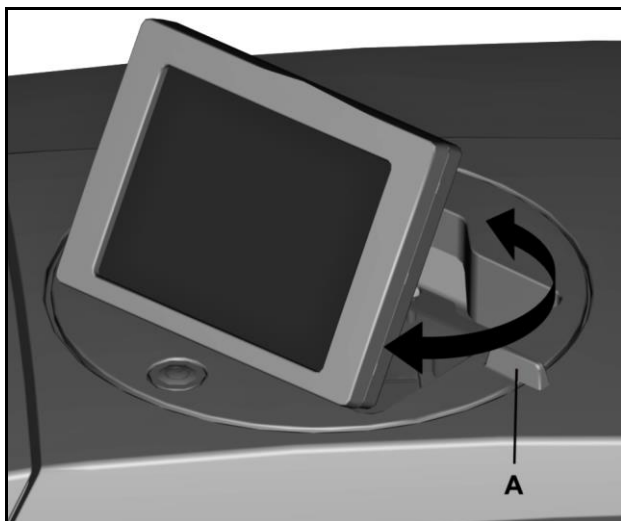

Figura 13 Rotazione del touch panel
- 2 Ruotare il touch panel nella posizione desiderata utilizzando l'apposita impugnatura (A) (vedere "Figura 13 Rotazione del touch panel").